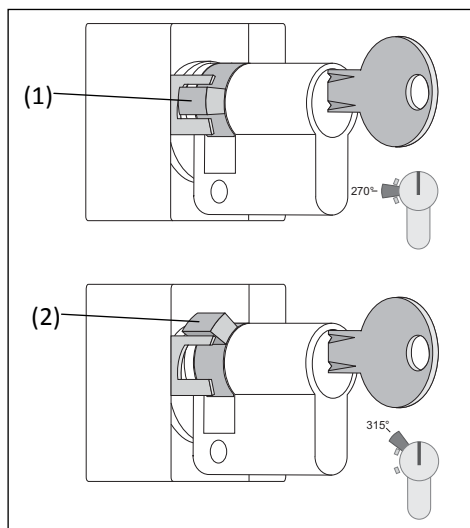

Bild 2
Um die Schaltstellung zu verändern, kann der Schließbart in der Gabel (1) des Schalt-/Tasteinsatzes geführt werden oder seitlich an der Gabel (2) anschlagen (Bild 2). Es ist abhängig von der Schließbartstellung des verwendeten Profil-Halbzylinders, in welchen Schaltstellungen der Schlüssel abziehbar ist. Wird der Schließbart in der Gabel geführt, ist er nur in einer Schaltstellung abziehbar (Übersicht siehe Pkt. 4 Anhang).